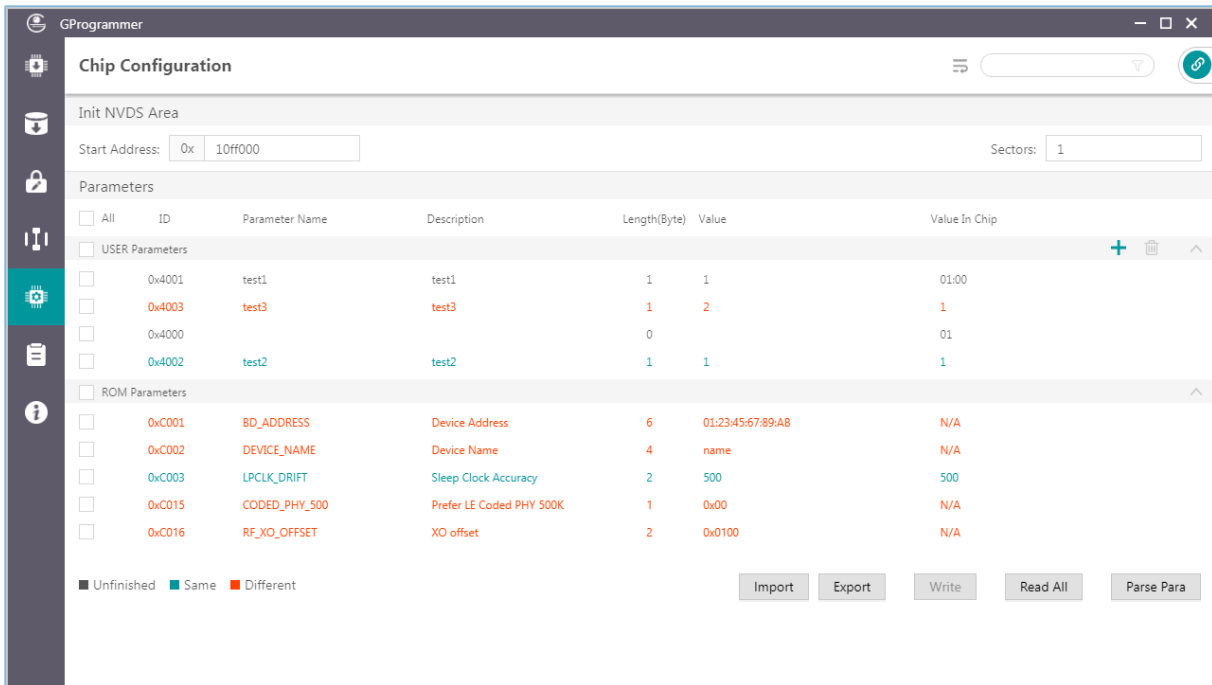

图 3-37 读取参数
- “Unfinished”状态：字体为黑色，表示从NVDS中读取到列表中没有的参数（如图 3-37 中ID为0x4000的参数），或者NVDS中已有此参数但长度不相等（如图 3-37 中ID为0x4001的参数）。
- “Same”状态：字体为绿色，表示NVDS中有已有此参数，并且长度相等、值相同（如图 3-37 中ID为0x4002的参数）。
- “Different”状态：字体为橙色，表示NVDS中已有此参数，长度相等但值不相同（如图 3-37 中ID为0x4003的参数）。